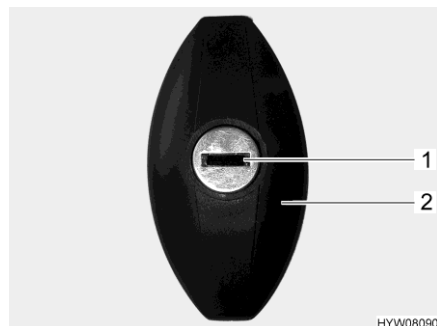

Fig. 55 Serrure du portillon (en forme d'ellipse, fermée)
- Insérer la clé dans le barillet (Fig. 55,1) et la tourner d'un demi-tour dans le sens inverse des aiguilles d'une montre. La poignée de la serrure (Fig. 55,2) ressort.